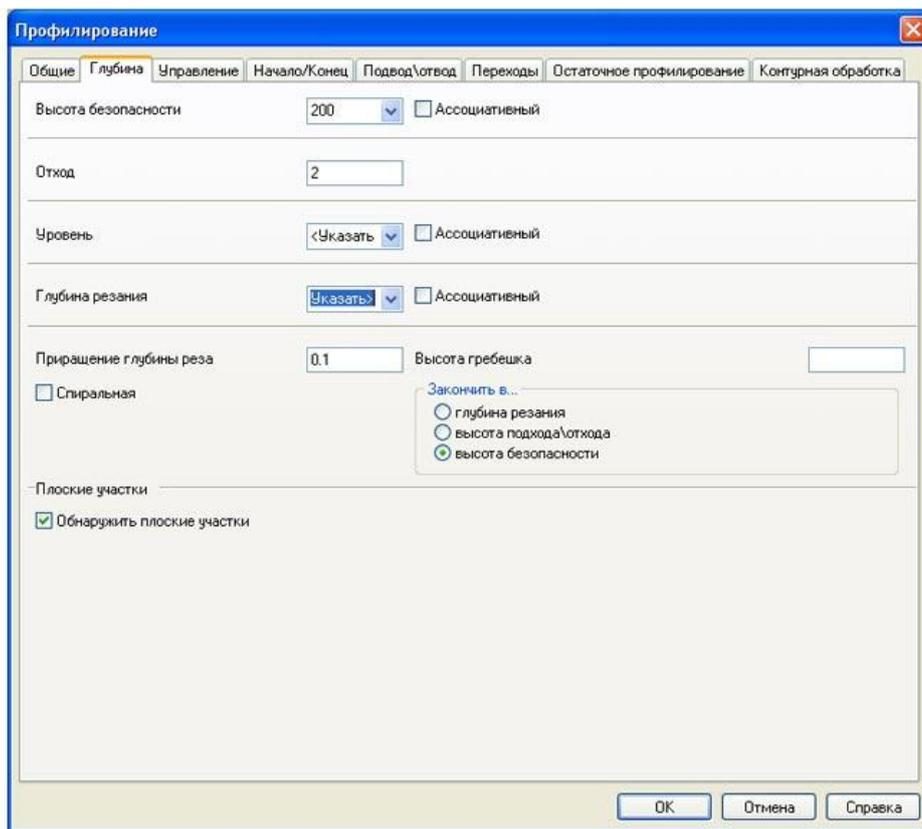

Рис. 9. Edcam. Указать глубину резания
- Глубина - уровень и глубину резания выбрать параметр «Указать», т.е. определить с модели (рис.9);